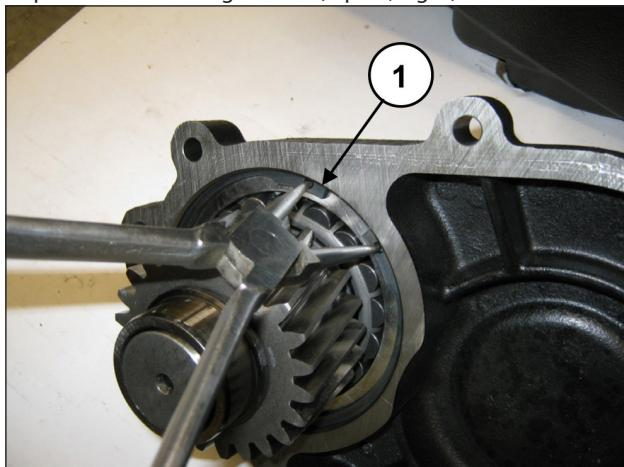

Fig. 7
Déposer l'anneau Seeger Ø120 (rep. ①, Fig. 7).